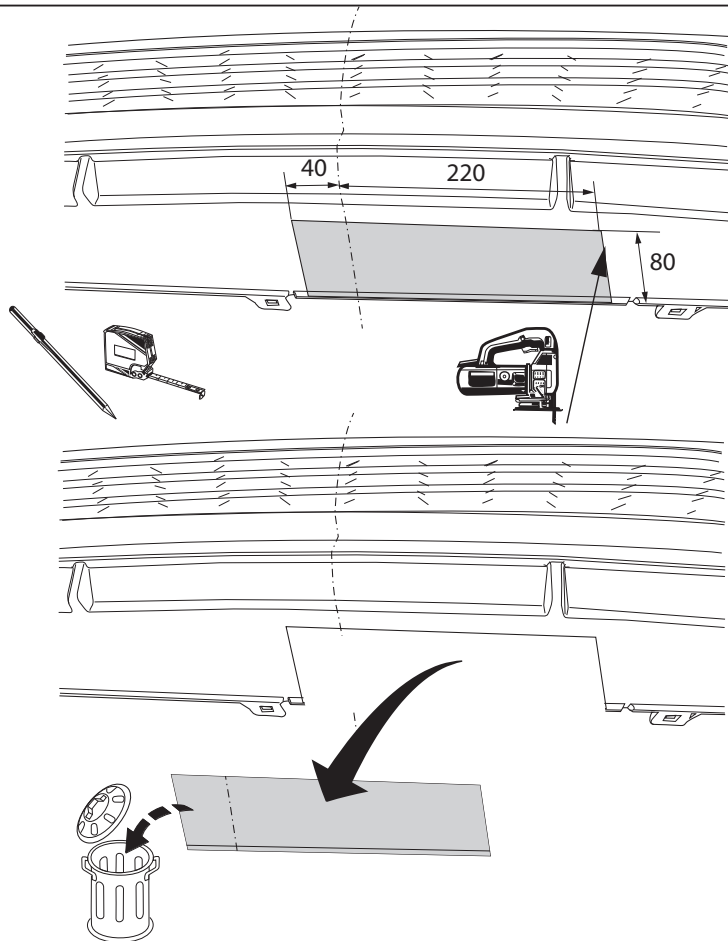

Fig. 2
- Следующее относится к моделям с бамперами, не подготовленными под буксировочный кронштейн: Выпилить часть из бампера в середине снизу, как указано на рис. 2.